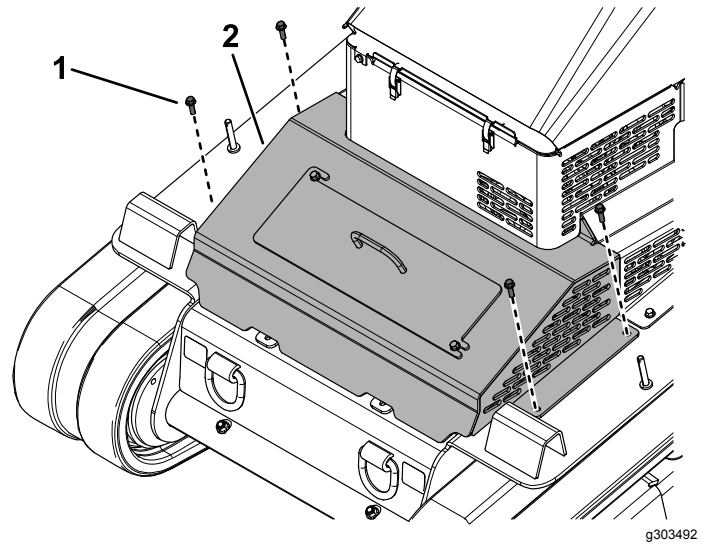

Figure 44
2. Retirez les 4 boulons qui fixent le couvercle à la machine (Figure 44).
1. Boulon (4) 2. Ensemble couvercle avant
3. Déposez l'ensemble couvercle (Figure 44).